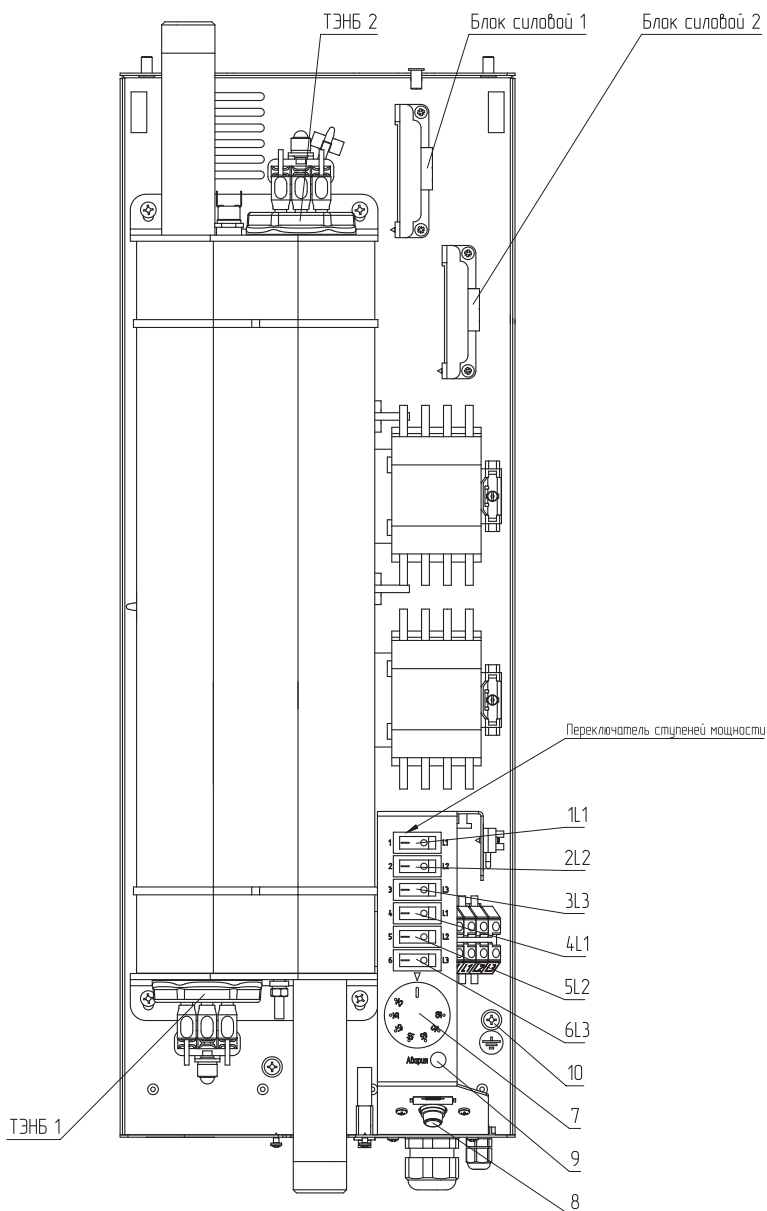

Рис. 7 Органы управления электрического котла ZOTA Balance 18 - 21 кВт
- Установите необходимую температуру теплоносителя на шкале ручки термостата (**Рис. 5, поз. 4** для ZOTA Balance 3-9 кВт и **Рис. 8, поз. 4** для ZOTA Balance 24-36 кВт) и (**Рис. 6, поз. 7** для ZOTA Balance 12-15 кВт и **Рис. 7, поз. 7** для ZOTA Balance 18-21 кВт);
- Включите требуемое количество ступеней мощности в положение «I» (ВКЛ.) (**Рис. 5: поз. 1L1; поз. 2L2; поз. 3L3** для ZOTA Balance 3-9 кВт и **Рис. 8: поз. 1L1; поз. 2L2; поз. 3L3** для ZOTA Balance 24-36 кВт) и (**Рис. 6: поз. 1L1; поз. 2L2; поз. 3L3; поз. 4L1; поз. 5L2; поз. 6L3** для ZOTA Balance 12-15 кВт и **Рис. 7: поз. 1L1, поз. 2L2, поз. 3L3, поз. 4L1, поз. 5L2, поз. 6L3** для ZOTA Balance 18-21 кВт);